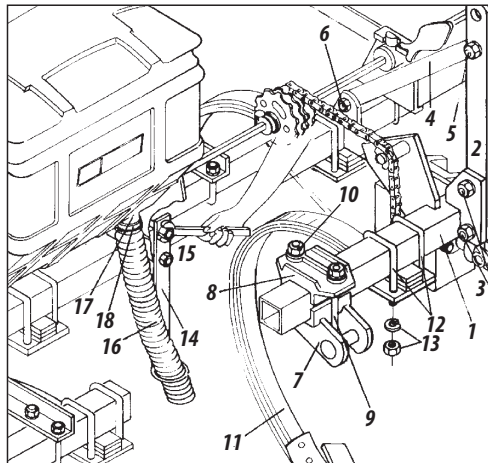

FIGURA 3
03 - Montar na armação item 1 figura 3, as chapas de engate do 3º ponto item 2 com os parafusos item 3.